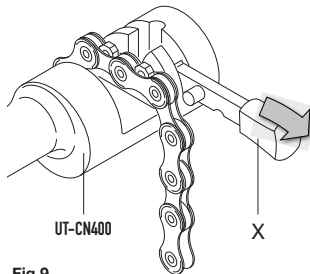

Fig.9
- Introducir el eslabón que hay que cerrar en sus sedes (**Fig. 9**).